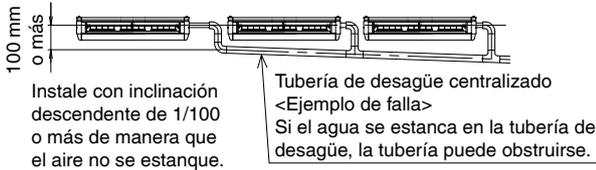

Fig. 28
- Para evitar tensión excesiva en la manguera de desagüe (1) conectada, evite doblarla o torcerla. (Esto puede causar goteo).
- Al instalar la tubería de desagüe centralizado, siga las instrucciones de la **Fig. 28**. Para conocer el diámetro de la tubería de desagüe centralizado, seleccione el diámetro que coincida con la capacidad de la unidad interior que va a conectarse. (Consulte la guía técnica).